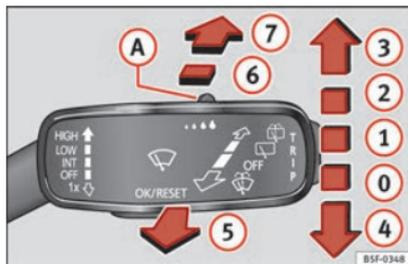

Fig. 130 Levier d'essuie-glace : essuie-glace arrière.
- Poussez le levier entièrement vers l'avant en position 6 » fig. 130. L'essuie-glace fonctionne environ toutes les 6 secondes.
- Poussez complètement le levier vers l'avant en position 7 » fig. 130. L'essuie-glace et le système de liquide lave-glace fonctionnent simultanément. Tant que vous mainte-